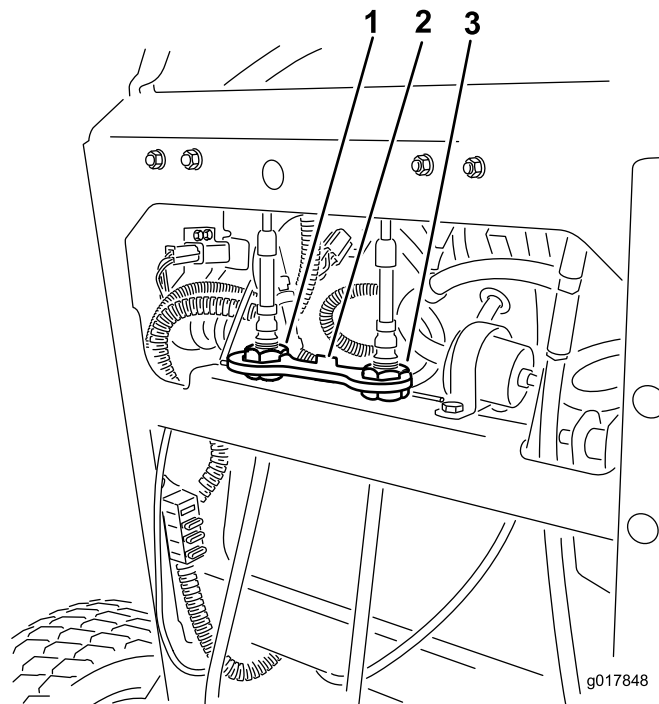

Figura 71
6. Montate il blocco del cavo sui dadi di regolazione del cavo per fissare la regolazione (Figura 71).